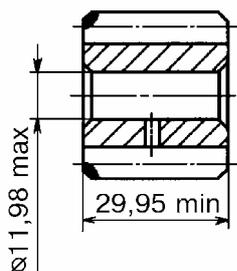

Рис.7. Ведомая шестерня 2101-1011032.
3.2.3 Ведомая шестерня 2101-1011032 (рис.7).